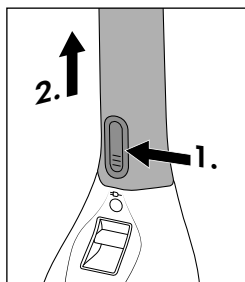

Fig. 3
- ◆ Pulse el botón de desencastre 3 y tire cuidadosamente del mango largo 2 para extraerlo de la unidad motriz 8 (consulte la fig. 3).